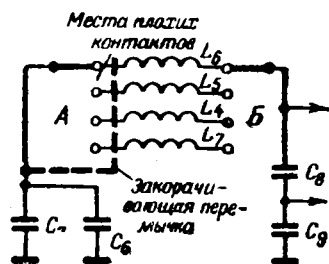

Рис. 1. Внесение изменений в схему телевизора «Т-2 Ленинград» при плохом контакте в переключателе.
1. На рис. 1 показан участок схемы (гетеродина), связанный с неисправным переключателем. Обнаружив неисправный контакт (например, в плате А), закорачивают все выводы контактов (со стороны неисправного контакта). Переключение катушек будет осуществляться лишь коммутацией одного контакта с другой стороны платы Б.